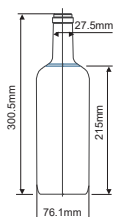
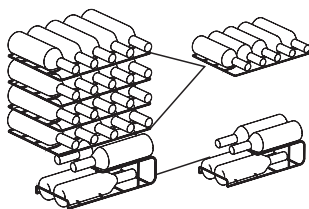
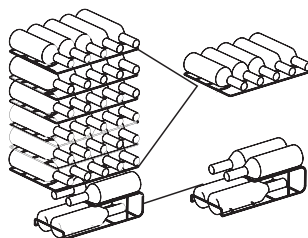

Fig. 1
Fig. 2
Fig. 3
- A capacidade de armazenamento de garrafas na garrafeira (MDRW111FGG conforme mostrado na Fig. 2, MDRW150FGG conforme mostrado na Fig.3) tem por base o seguinte tamanho de garrafa marcado (Fig.1). As garrafas grandes podem ter impacto no número de garrafas guardadas na garrafeira.
- Para o modelo MDRW111FGG: O volume máximo de garrafas recomendado é de 24 garrafas, de acordo com a Fig. 2
- Para o modelo MDRW150FGG: O volume máximo de garrafas recomendado é de 34 garrafas, de acordo com a Fig. 3